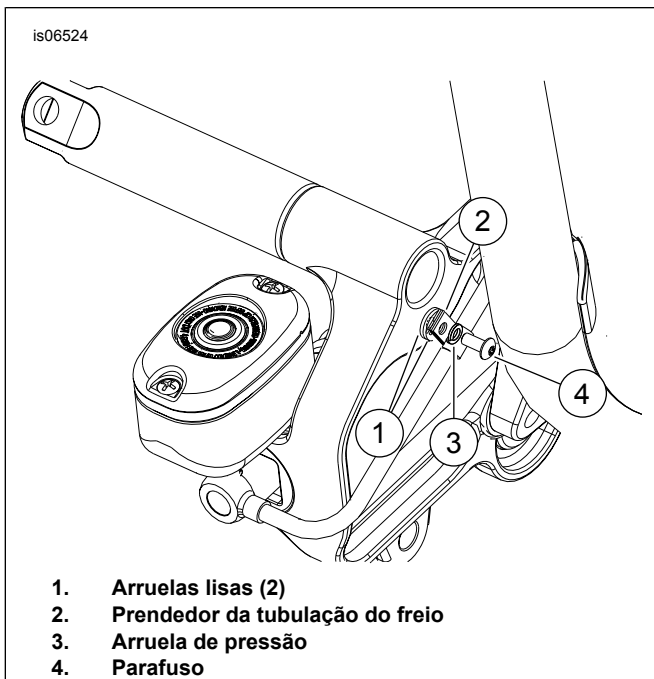

Figura 2. Elementos de fixação da tubulação do freio
2. Veja Figura 2. Instale o prendedor (2) ao redor a tubulação do freio com duas arruelas lisas (1) atrás do prendedor. Use o parafuso (4) com a arruela de pressão (3) e aperte o parafuso com torque de 3,4 N·m (30 in-lbs)